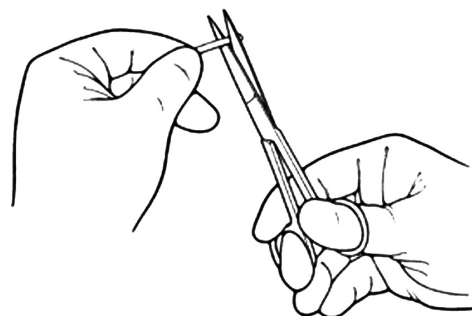

Figura 4-30. Cortar a tubagem
1. Utilizando uma tesoura limpa e afiada, apare a tubagem de maneira exata, para que se adeque à anatomia do paciente. (Figura 4-30)